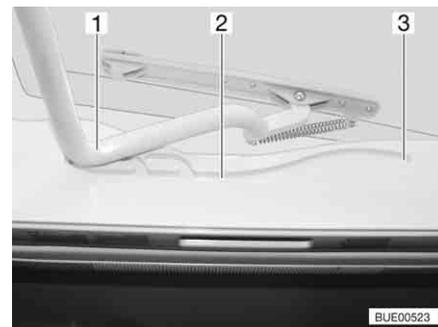

Fig. 79 Oblò Heki, guida
- Tirare la staffa (Fig. 79,1) nelle guide (Fig. 79,2) fino alla posizione più all'indietro (Fig. 79,3).
- Spingere la staffa (Fig. 79,1) leggermente verso l'alto con ambedue le mani.
- Tirare la staffa nelle guide (Fig. 79,2) fino alla posizione desiderata.